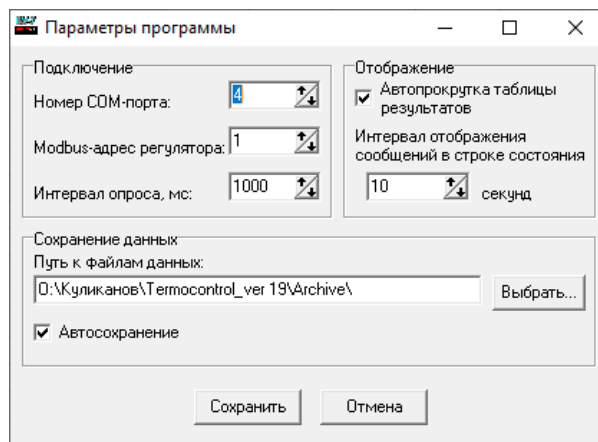

Рисунок 3 – Окно "Параметры" программы "Termoscontrol"
3.2.2 Нажать пункт меню "Параметры", а затем "Параметры программы", после чего появится окно "Параметры программы" (рисунок 3).